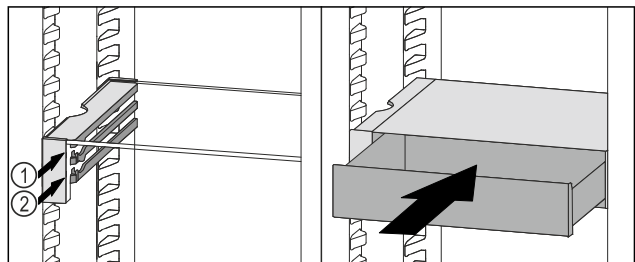

Fig. 91
- VarioSafe-Schubfach hinter den Stoppern auf gewünschter Rippe *Fig. 91 (1)* oder *Fig. 91 (2)* aufsetzen.